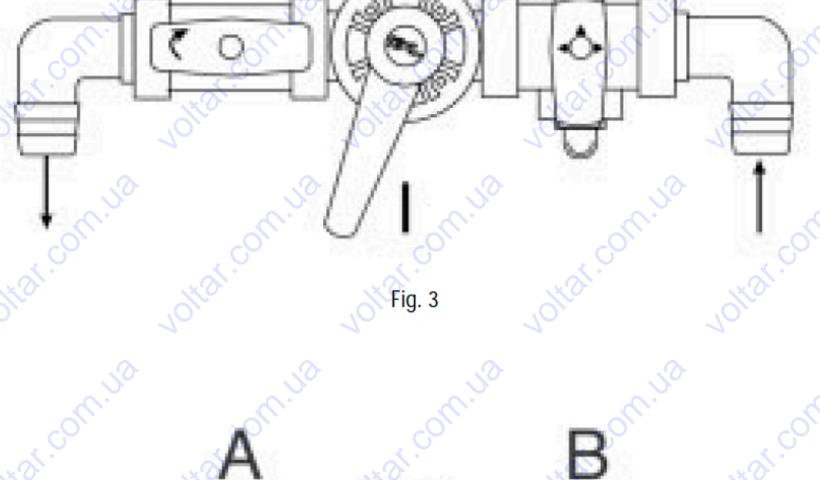

Fig. 5
4. Опрожните оборудование и промойте его чистой водой: При этом направьте регулятор потока на двойной клапан (A), оставьте двойной клапан открытым и вставьте тройной клапан (B) как показано на рис. 5.